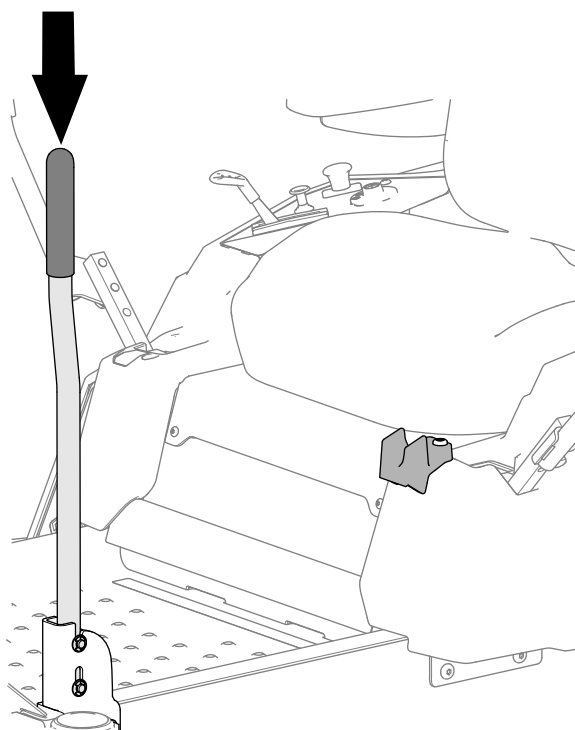

Bild 9
2. Klappen Sie den Stützgriff nach unten, wie in Bild 9 abgebildet.